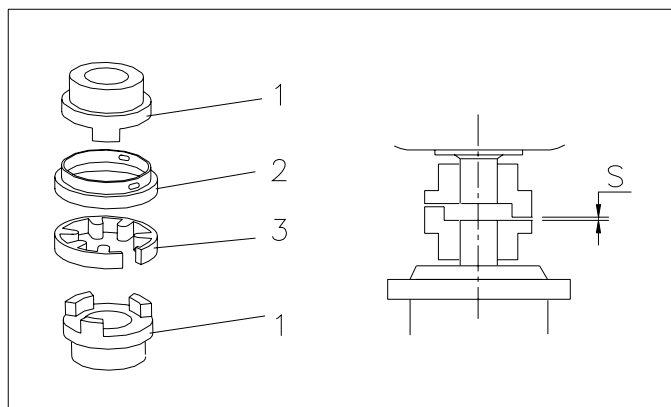

Fig. 8.2
Enlevez les capots de protection de la lanterne et contrôlez si le jeu de l'accouplement est bien correct. Enlevez les deux petits capots (Figure 8.2, poste 2), en dévissant les boulons de fixation. Enlevez l'élément en caoutchouc (3) et vérifiez-en le degré d'usure. Si les parties en métal doivent être remplacées, voyez le chapitre 8.6.4. Vérifiez que l'écartement (5) est bien entre 2 et 4 mm. Montez, si nécessaire, un nouvel élément en caoutchouc (3), et remontez les petits capots (2). Remontez ensuite le capot de la lanterne. La pompe est à nouveau prête à l'emploi.